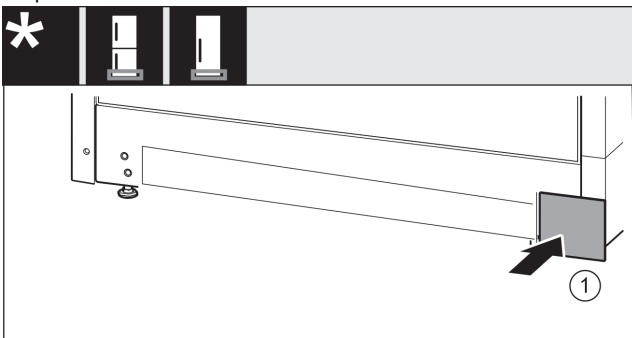

Fig. 37
► Așezați apărătoarea din nou pe cealaltă parte. Fig. 37 (1)